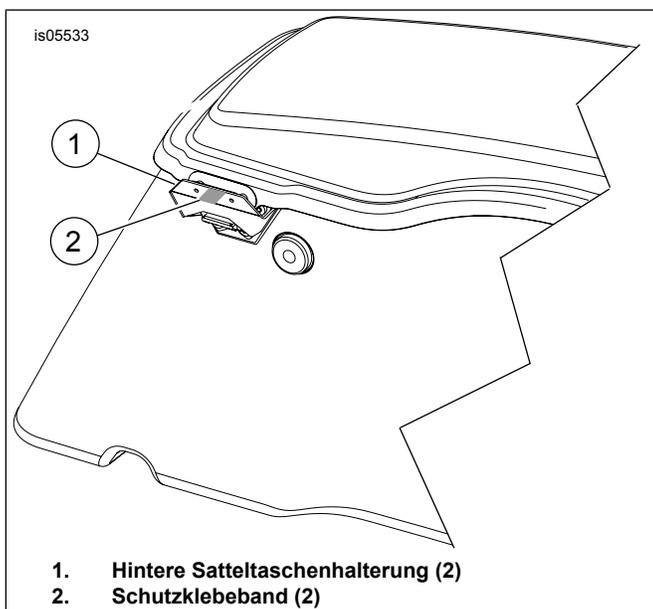

Abbildung 4. Schutzklebeband anbringen
5. Siehe Abbildung 4. Schutzklebeband (2) auf der hinteren Satteltaschen-Befestigungshalterung (1) auf der Satteltasche anbringen. Diese Schritte auf der gegenüberliegenden Seite wiederholen.